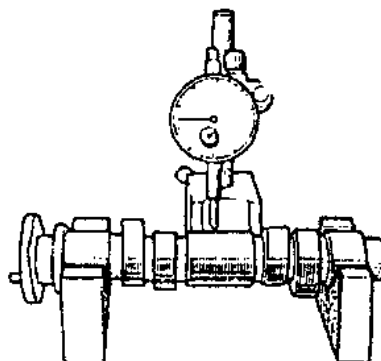

图 1-13
(4) 磨损或有麻点的气门杆尾端（与摇臂接触的端面）应用油石修磨，但应保持气门总长度在规定范围内，进气门为 101.5~102 毫米之间，排气门为 100.5~101 毫米之间。
7. 检查凸轮轴的磨损及变形，如超过修理极限应予修整与更换。测量凸轮轴的弯曲程度时，可按如图 1-13 所示，将凸轮轴架在 V 形铁上进行测量。百分表架在凸轮轴的中间位置，转动凸轮轴，测出最高点及最低点之差即为弯曲度。超过修理极限 0.05 毫米时应更换。测量凸轮顶尖及轮廓的磨损时，可按如图 1-14 所示，用千分尺进行测量，超过使用极限应更换，凸轮尖高度使用极限见表 1-6。